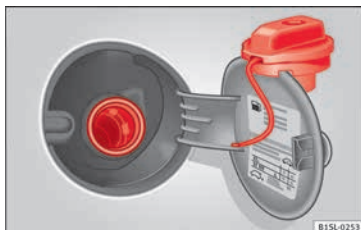

Fig. 39 Trappe à carburant ouverte avec bouchon de réservoir accroché.
- Retirez le bouchon du réservoir en tournant dans le sens contraire des aiguilles d'une montre et fixez-le sur le bord supérieur de la trappe à carburant » **fig. 39**.